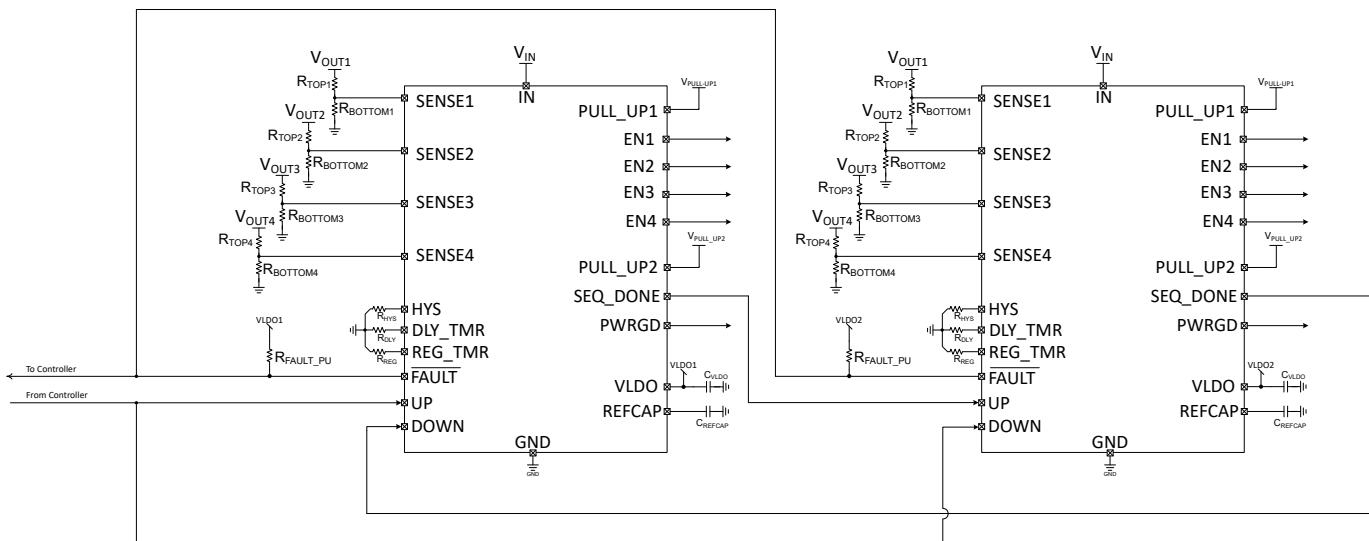

図 8-15. デイジーチェーン構成
TPS7H3014 には、最大 4 つの電圧レールをシーケンス制御/監視するための 4 つの入力チャネルが内蔵されています。ただし、このアプリケーションで 4 つ以上のチャネルが必要な場合は、必要に応じて複数のデバイスをデイジーチェーン接続できます。デイジーチェーン構成を、図 8-15 に示します。この場合、ここには 2 つのデバイスのみが表示されていますが、アプリケーションの必要に応じて複数の IC を構成することができます。
- PULL\_UP2 は、PWRGD および SEQ\_DONE 出力の出力電圧 High(VOH)をプログラムする入力電源です。これらの出力は通常、システムコントローラ(通常は FPGA または ASIC)やハウスキーピング(維持管理)コントローラに接続されます。デイジーチェーン構成では、図 8-15 に示すように、SEQ\_DONE は後続の TPS7H3014 I.C. の UP に接続されます。この電源は、ピンのできるだけ近くに 1μF 以上のコンデンサを配置してデカップリングすることを推奨しています。このアプリケーションでは、VPULL\_UP1 = 3.3V です。これは、コントローラ I/O の一般的な電圧です。